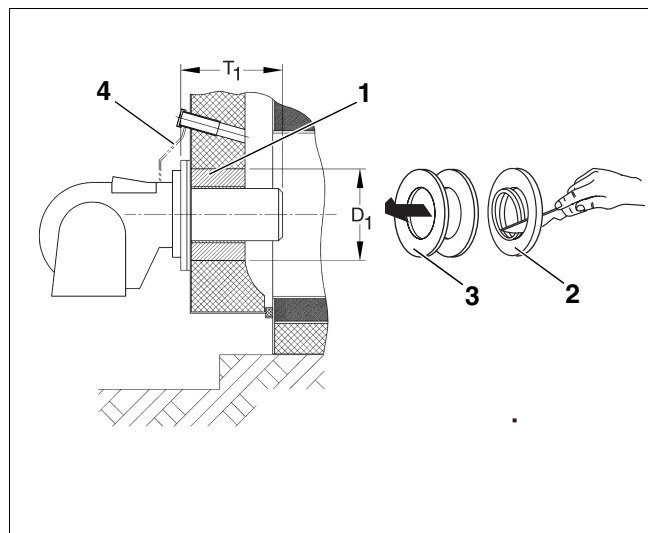

Fig. 3 Montaj arzător
- Lungimea minimă a țevii arzătorului  $T_1$  trebuie respectată (Fig. 3).
- Inelele de izolare livrate împreună cu instalația trebuie decupate în funcție de diametrul țevii arzătorului (Fig. 3, **Poz. 2**).
- Umpleți spațiul liber dintre zidăria ușii și țeava arzătorului (Fig. 3, **Poz. 1**) cu inelele de izolare (Fig. 3, **Poz. 3**) corespunzătoare.
- Ștuțul de la vizorul ușii este conectat cu arzătorul (Fig. 3, **Poz. 4**).